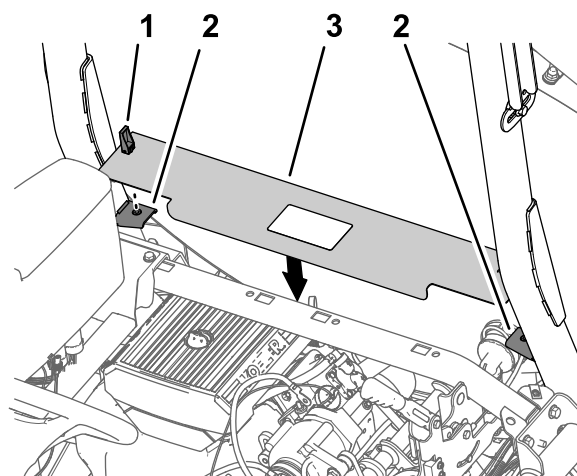

Рисунок 218
1. Совместите защелки в панели доступа к двигателю с втулками в опорных кронштейнах панели на защитной дуге (Рисунок 218).
2. Установите панель на кронштейны (Рисунок 218).
3. Поверните защелки вниз, чтобы прикрепить панель к кронштейнам (Рисунок 218).